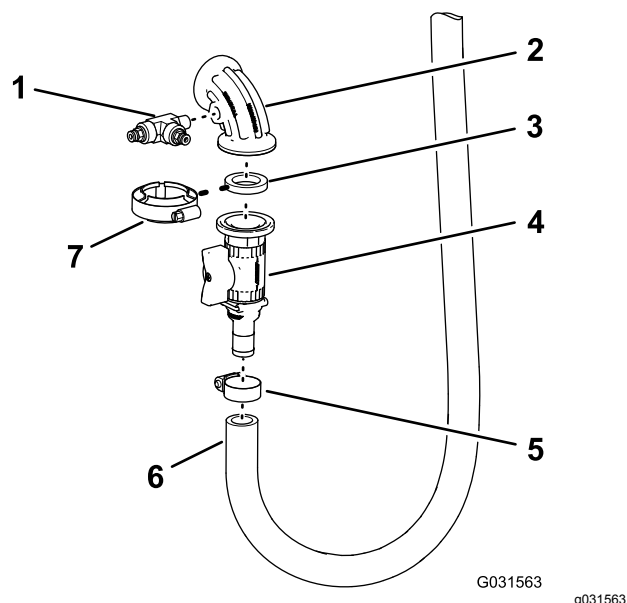

Figura 184
- Aplice cinta selladora PTFE a las roscas del acoplamiento en T (Figura 184) que retiró en el paso 3 de Desconexión de las mangueras y los tubos (página 14).
- Monte el acoplamiento en T en el codo de 90° con orificio lateral, tal y como se muestra en Figura 184 y apriete el acoplamiento a mano.
- Ensamble provisionalmente el codo de 90° con orificio lateral, la junta y la válvula de cierre con la abrazadera para bridas (Figura 184).
- Monte el acoplamiento dentado de la válvula de cierre en la manguera de entrada y la abrazadera (Figura 184) que retiró en el paso 4 de Desconexión de las mangueras y los tubos (página 14).